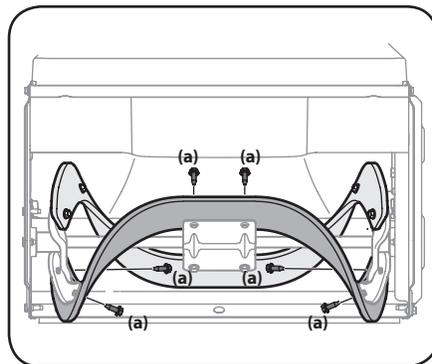

Figura 4-7
- Saque las paletas de caucho ya existentes para lo cual debe desenroscar los tornillos de cabeza hexagonal (a) que las unen a la barrena. Consulte la Figura 4-7.